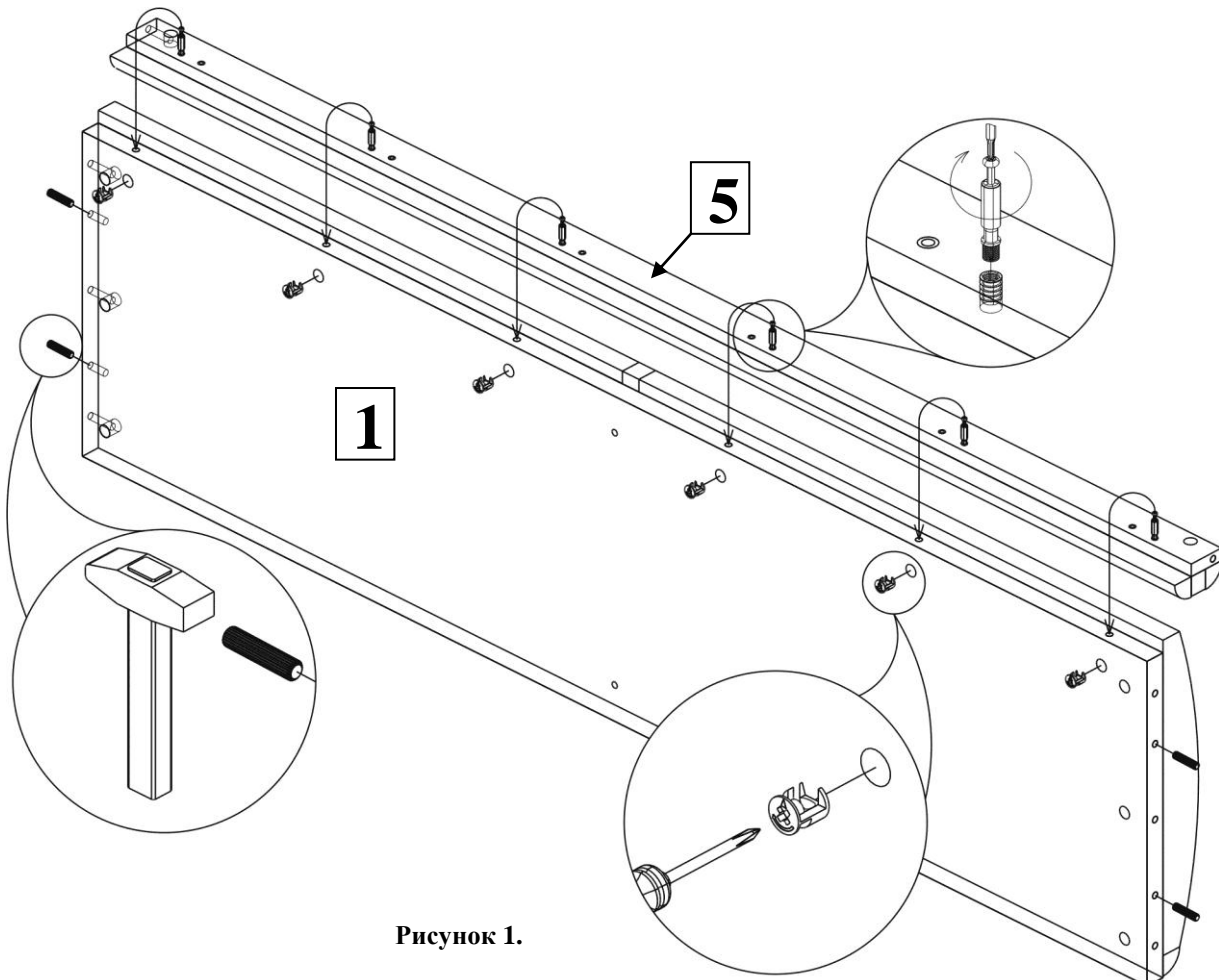

Рисунок 1.
**1.** Вкрутите метрические дюбеля и вбейте шканты в указанные отверстия деталей (поз. 1,5). Используя эксцентрики 25 мм, притяните деталь (поз.5) к детали (поз.1). См. рисунок 1.